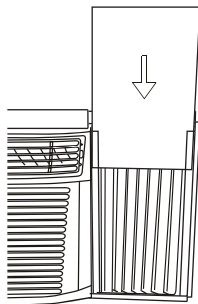

Fig. 22
Paso 3. Deslice el panel de aislamiento R1 en la cortina lateral, el lado con forma debe ir hacia adentro (Fig. 22).